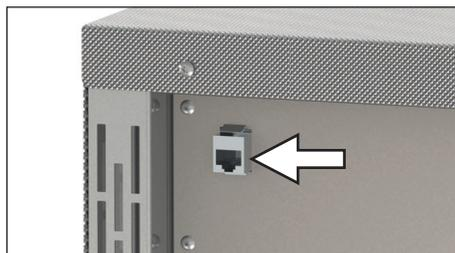
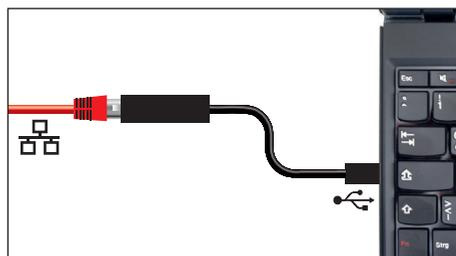

Abb. 4 Ethernet-Schnittstelle
Abb. 7 Konverter Ethernet–USB
Die Ethernet-Schnittstelle ist für Geräte vorgesehen, die den Anforderungen gemäß IEC 60950-1 entsprechen. Über eine Ethernet-Schnittstelle kann das Gerät an ein Netzwerk angeschlossen und können mit der optional erhältlichen Software AtmoCONTROL Protokolle ausgelesen werden. Die Ethernet-Schnittstelle befindet sich hinten am Gerät (Abb. 4).
- ▶ Konverter Ethernet–USB (Abb. 7). Damit ist es möglich, den Netzwerkanschluss des Geräts (siehe Seite Abb. 4) mit dem USB-Anschluss eines PCs/Laptops zu verbinden.